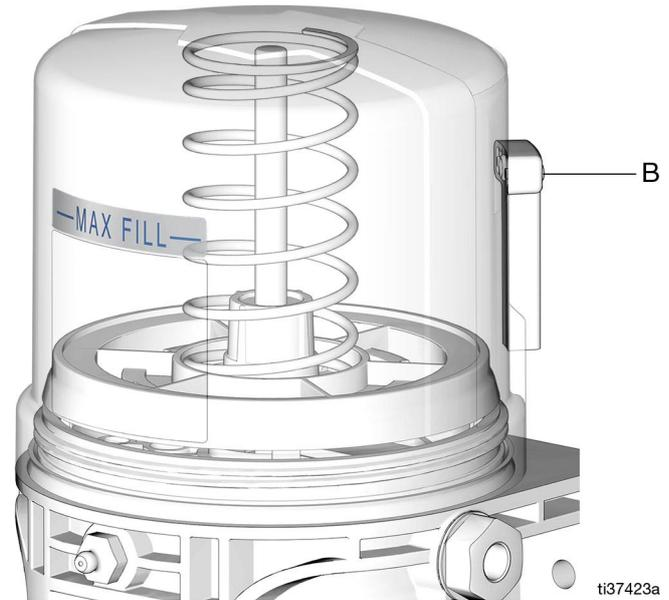

ABB. 20
3. Behälter bis zur MAX-Linie mit NLGI-Schmierfett füllen (ABB. 20).
**HINWEIS:** Das Entlüftungsrohr (B) darf nicht als Überfüllungsanzeige verwendet werden (ABB. 20).